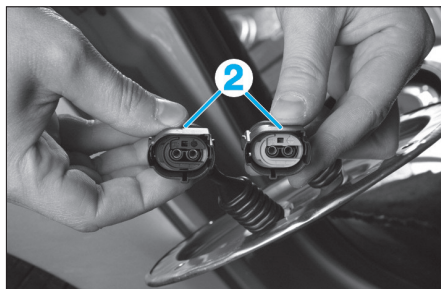

Fig. 48
- Ôter le couvercle, puis débrancher les connecteurs (2) (Fig.48).